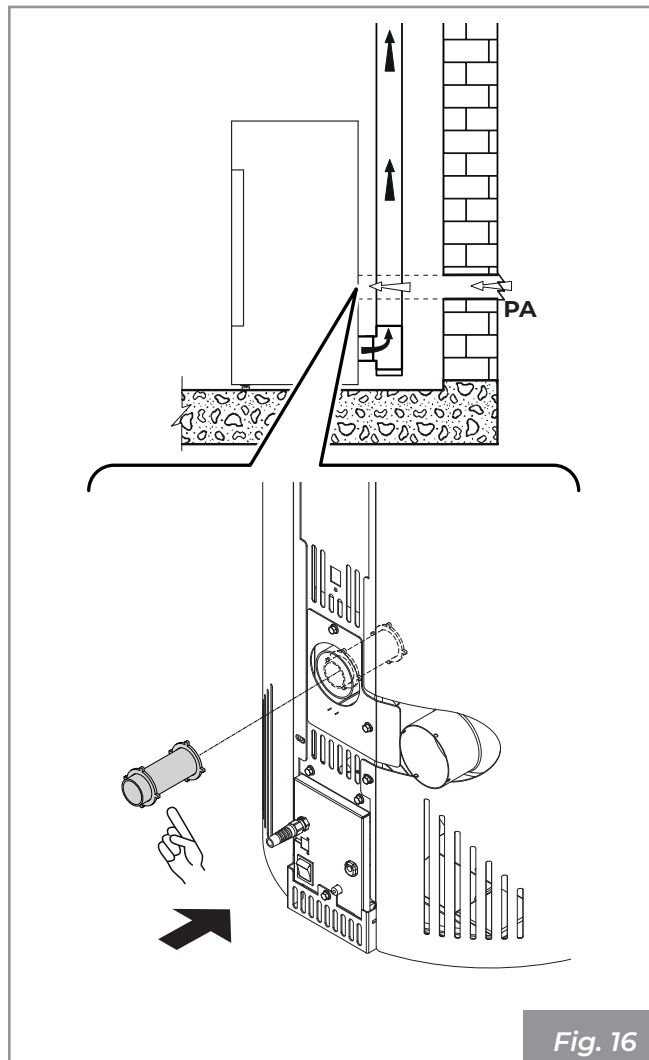

Fig. 16
- provenire dall'ambiente di installazione o da adeguati locali attigui (**Fig. 16**)
Realizzare la presa d'aria sulla parete (**Fig. 16 - PA = Presa d'Aria**), e lasciare che l'apparecchio sia libero di prelevare aria in ambiente avendo cura di collegare sul tubo di ingresso dell'aria il tubo fornito a corredo, al fine di prevenire eventuali effetti di risonanza.